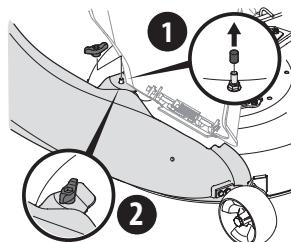

Figure 20
2. Fixez la botte au plateau de coupe à l'aide du bouton à ailettes (720-04122) fourni avec la trousse de quincaillerie 689-01419. Consulte la Figure 20.
NOTE : Le cas échéant, retirez le capuchon protecteur de la tige de fixation du plateau de coupe, comme indiqué dans l'encart supérieur de la Figure 20.